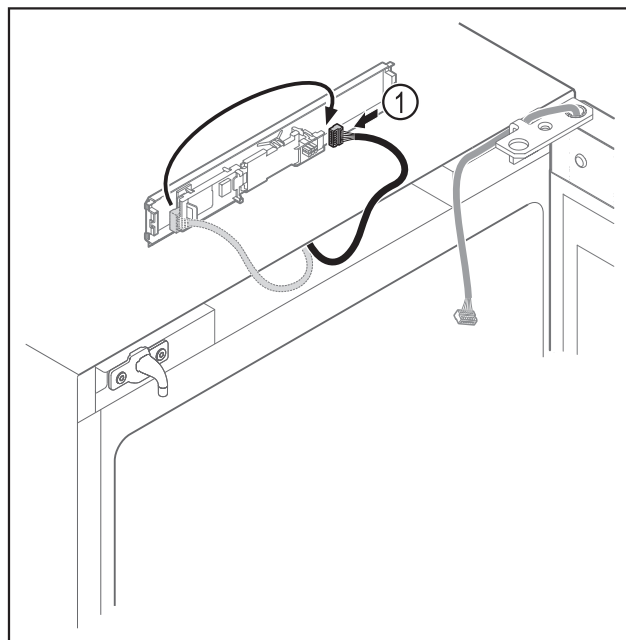

Fig. 13
- ▶ Vtič Fig. 13 (1) ponovno povežite s tiskanim vezjem.